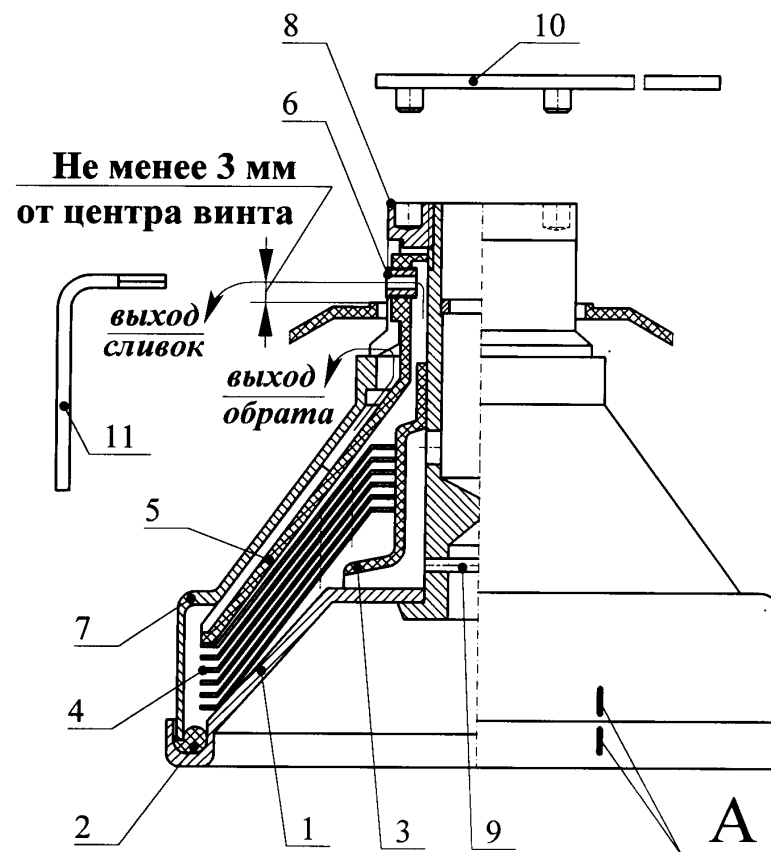

Рис. 2
5.4 Барабан (рис. 2)—основной узел сепаратора, в котором под действием центробежных сил происходит процесс разделения молока на сливки и обрат.
6.2 Собирать барабан в следующей последовательности (см. рис.2):
ВНИМАНИЕ! Риски «А» (см. рис. 2) на крышке барабана 7 и основании 2 должны быть совмещены.
6.4 Установить барабан на вал электропривода так, чтобы штифт барабана 9 (рис.2) вошел в паз вала.